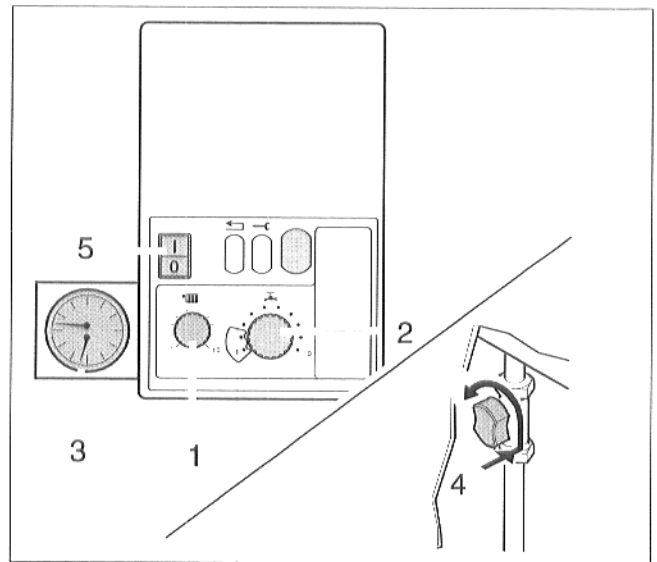

Abb. 1 Bedienfeld, Druckanzeige, Gasabsperrhahn
- Wasserdruck überprüfen (Abb. 1, Pos. 3).
- Vorlauftemperatur am Regler (Abb. 1, Pos. 1) mit Hilfe der Tab. 1 einstellen.
- Warmwassertemperatur am Regler (Abb. 1, Pos. 2) mit Hilfe der Tab. 2 einstellen
- Gasabsperrhahn öffnen: eindrücken und nach links in senkrechte Position drehen (Abb. 1, Pos. 4).
- Netzschalter (Abb. 1, Pos. 5) auf Stellung „I“ stellen. Gerät beginnt mit dem Startprogramm, und nach ca. 30 s zündet der Brenner.